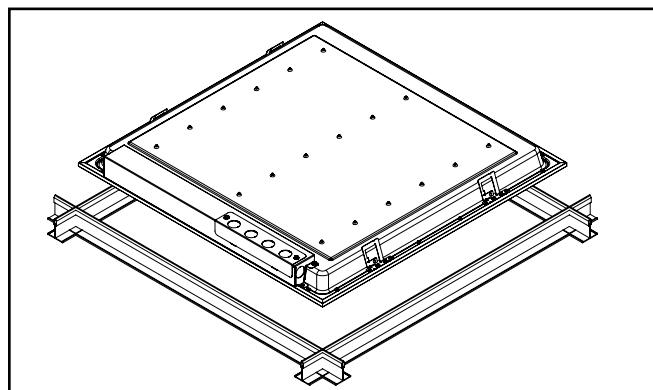

Figure 3.
5. Passez le luminaire dans la grille à un angle de 45 degrés, puis déposez-le sur la grille (fig. 3).